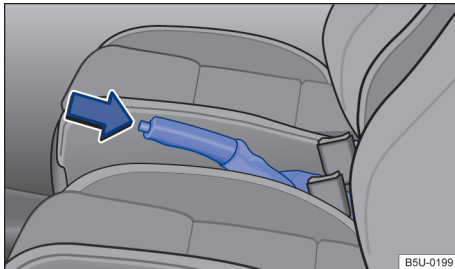

Fig. 98 Entre os bancos dianteiros: alavanca do freio de estacionamento.
- Puxar a alavanca do freio de estacionamento para cima com o botão bloqueador pressionado → Fig. 98 (seta).
- O freio de estacionamento está puxado quando, com a ignição ligada, a luz de controle (D) no instrumento combinado está acesa → Página 120.
- Puxar a alavanca do freio de estacionamento um pouco para cima e pressionar o botão bloqueador → Fig. 98 (seta).